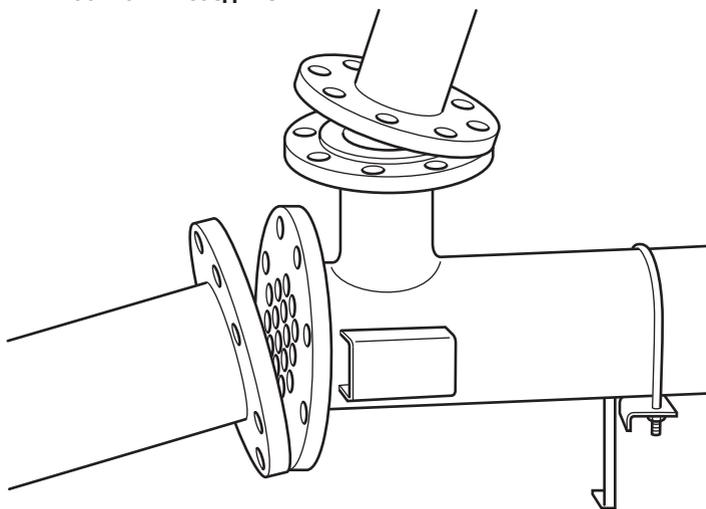

**Рис. 7**
**4.7** Ослабьте болты на подвижной опоре для возможности осевых перемещений (рис. 7).